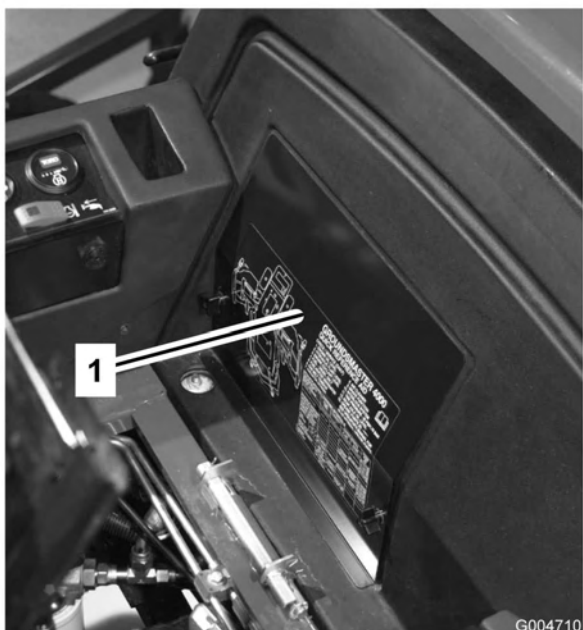

Figure 54
2. Enlevez le couvercle de la batterie (Figure 54).